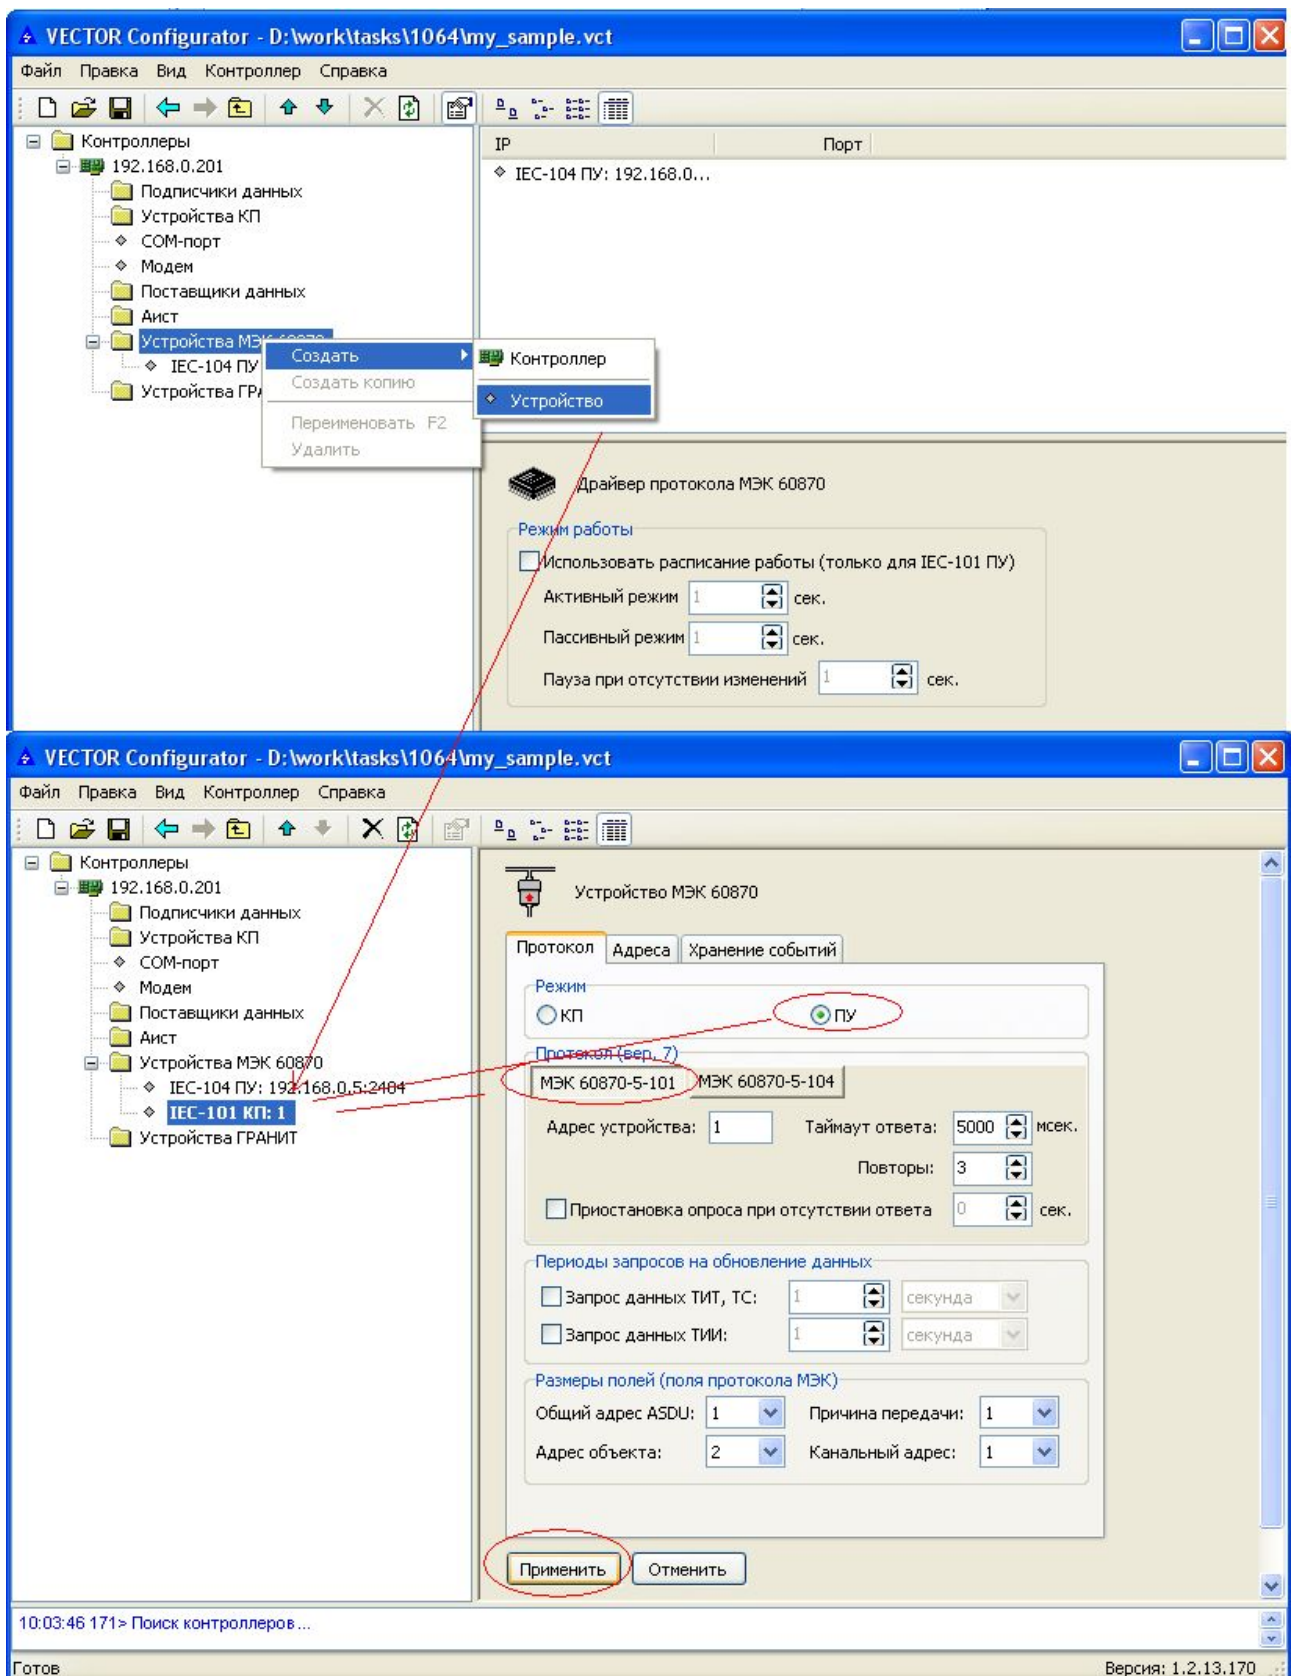

Рисунок 9 – Добавление устройства **МЭК-101 ПУ** в параметры модуля XPort
7) добавьте устройство **МЭК-101 ПУ** в параметры модуля XPort (рисунок 9);